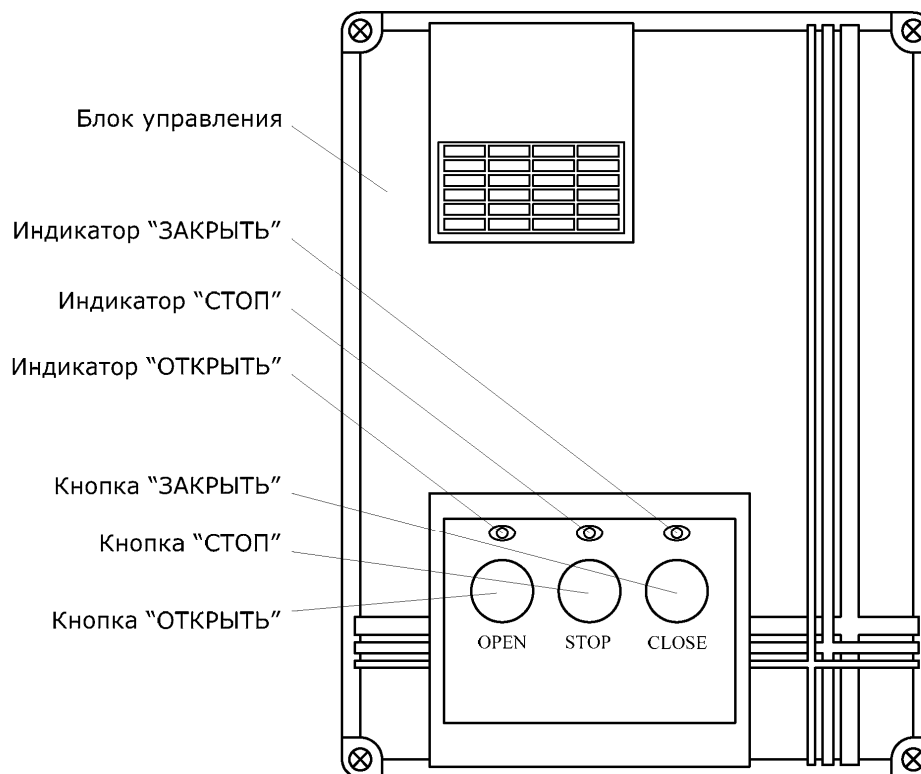

Рис. 8. Панель блока управления
- Сразу при подаче напряжения питания на панели блока управления загорится индикатор «СТОП» (рис. 8). Если индикации нет, отключите шлагбаум и внимательно проверьте все подключения (сверьтесь с разделом «Неисправности и рекомендации по их устранению»).
- Если к шлагбауму подключены фотоэлементы, необходимо проверить приемник (RX). Если индикатор приемника не светиться или моргает, это означает, что сигнала нет или сигнал прерывается из-за неточной регулировки фотоэлементов.
Посредством панели блока управления (рис. 8) обеспечивается индикация состояния шлагбаума и осуществляется управление шлагбаумом.